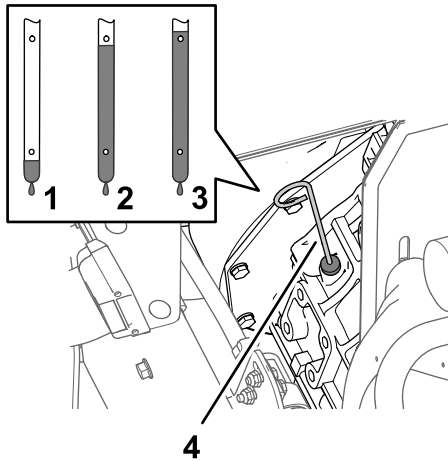

Bild 74
6. Nehmen Sie den Peilstab heraus und lesen den Ölstand im Motor ab (Bild 74).
7. Gießen Sie langsam weiteres Öl der angegebenen Sorte ein, um den Ölstand bis zur Voll-Markierung am Peilstab anzuheben (Bild 74).